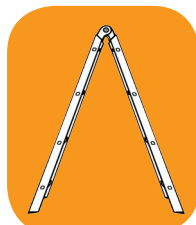

Fig F-2
2. Zet de binnenladder in A-stand - Mettez l'échelle d'intérieure en position 'A'(fig. F-2).